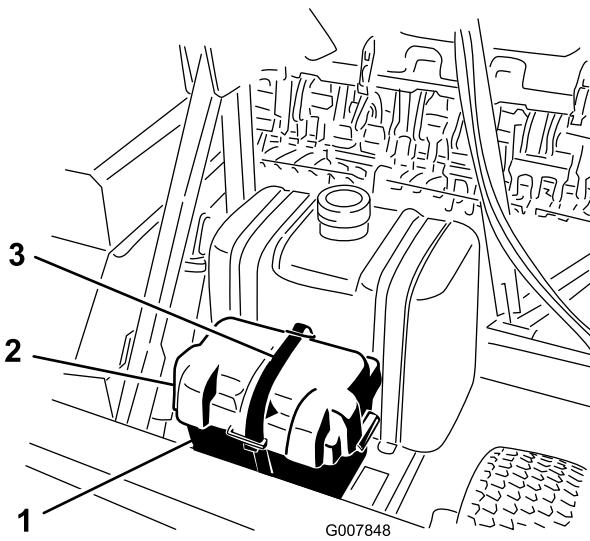

Figura 3
- Retire a fita que prende a tampa da bateria à caixa da bateria (Figura 3).